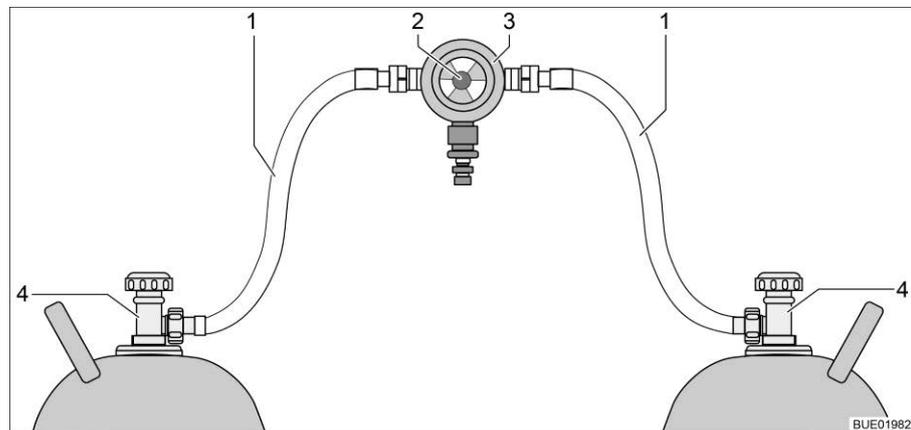
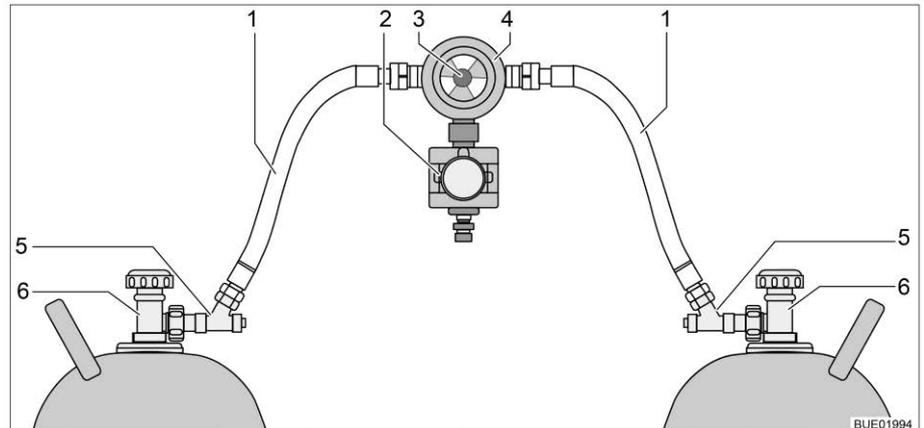

Fig. 132 Instalación de conmutación de bombonas de gas
Fig. 133 Instalación de conmutación de bombonas de gas con CPU
La instalación de conmutación de bombonas de gas consiste de un regulador de presión de gas combinado, con válvula selectora e indicador (Fig. 132,3). La instalación de conmutación de bombonas de gas está montada entre las dos gomas del gas (Fig. 132,1).
La instalación de conmutación de bombonas de gas consiste de un regulador de presión de gas combinado, con válvula selectora e indicador (Fig. 133,4) y una electroválvula (Fig. 133,2). En caso de una frenada a fondo, un accidente o una extrema posición inclinada, la electroválvula bloquea el suministro de gas al vehículo. La instalación de conmutación de bombonas de gas está montada entre las dos gomas del gas (Fig. 133,1) con dispositivos de seguridad en caso de rotura de manguera (Fig. 133,5).
Con el botón giratorio (Fig. 132,2 ó bien Fig. 133,3) en la instalación de conmutación de bombonas de gas se puede determinar cuál de las bombonas de gas se utilizará como bombona de servicio y cuál bombona de gas como bombona de reserva.
En la unidad de mando (Fig. 134) únicamente pueden conmutarse las funciones eléctricas. Las llaves de paso principales de las bombonas de gas (Fig. 132,4 ó bien Fig. 133,6) deben abrirse y cerrarse a mano.
- Abrir las llaves de paso principales en las bombonas de gas (Fig. 132,4 ó bien Fig. 133,6).
- Pulsar los dispositivos de seguridad en caso de rotura de manguera (Fig. 133,5), uno tras otro, por 10 segundos.
- Con el botón giratorio (Fig. 132,2 ó bien Fig. 133,3) en la instalación de conmutación, seleccionar la bombona de gas de la que habrá de tomarse el gas con prioridad (bombona de servicio). Girar el botón giratorio siempre hasta el tope.
- Cerrar las llaves de paso principales en las bombonas de gas (Fig. 132,4 ó Fig. 133,6).